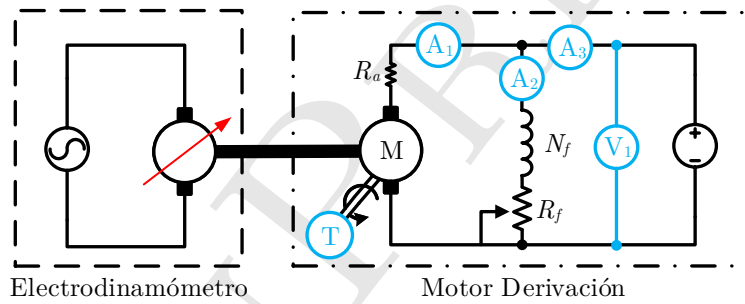

Figura 3: Motor derivación acoplado a un electrodinámometro.
1. Conectar el circuito mostrado en la Figura 3. Tomar las mismas consideraciones respecto al sentido de giro que en la sección 4.2.